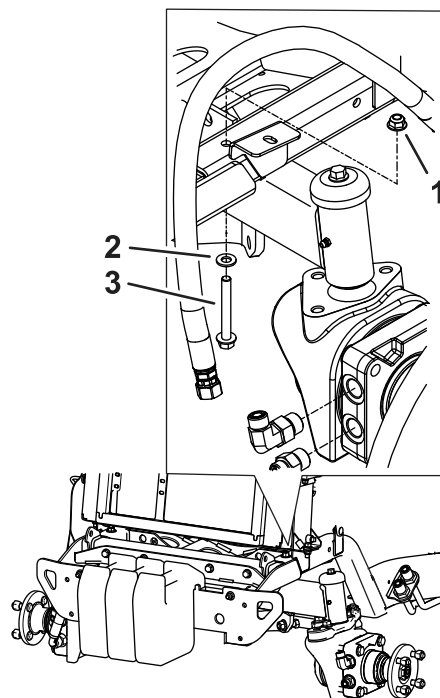

Рисунок 6
10. Удалите под радиатором имеющиеся гайку с болтом, которые крепят кронштейн бампера (Рисунок 6).